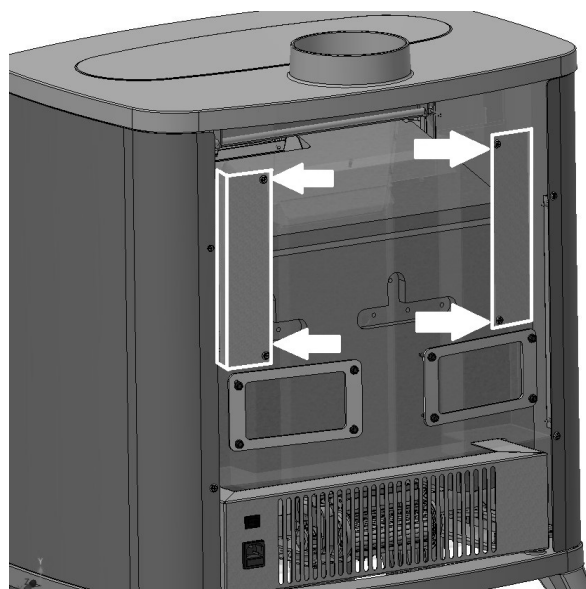

Fig. 16 - Riavvitare staffe
- Per chiudere i buchi, riavvitare le staffe contrarie **Fig. 16**.